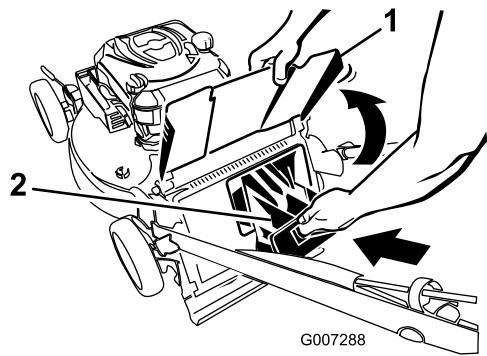

Figure 26
- Installez l'obturateur d'éjection arrière (Figure 26).